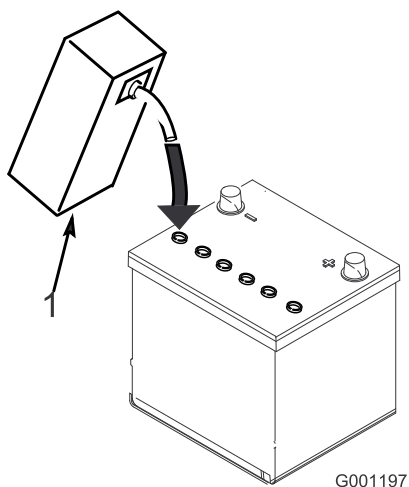

Figure 5
5. Versez de l'électrolyte avec précaution dans chaque élément jusqu'à ce que les plaques soient recouvertes par environ 6 mm de liquide (Figure 5).